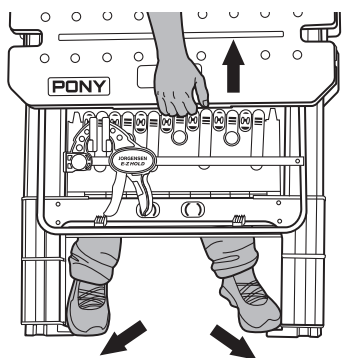

Figure 1
2. Retenir les 4 pattes télescopiques de l'ÉTABLI à l'aide de vos deux pieds en même temps pour relever l'ÉTABLI. S'assurer que les quatre pattes télescopiques sont tirées jusqu'au bout et bien bloquées. (figure 1)